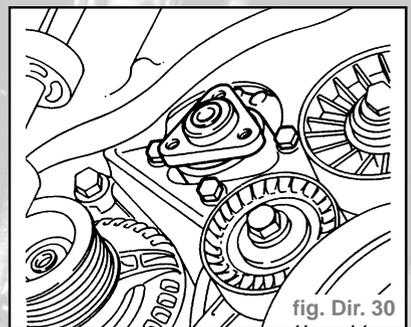

fig. Dir. 30
- dévisser les vis fixant la pompe de direction assistée puis la déposer (fig. Dir. 30).